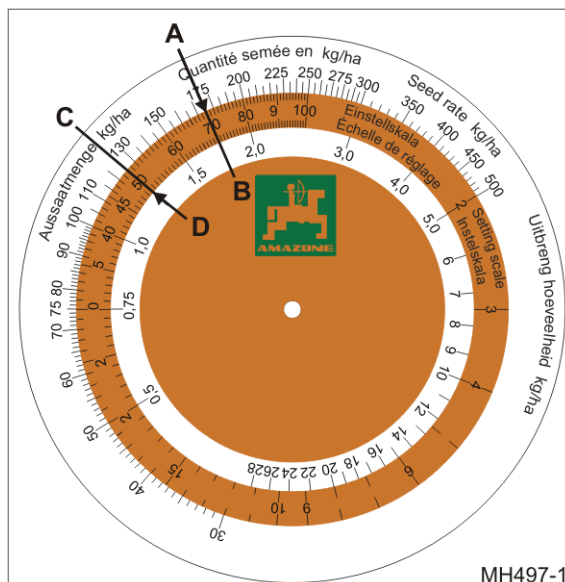

Fig. 158
- o cantitatea de împrăștiere calculată 175 kg/ha (Fig. 158/A)
- o poziția cutiei de viteze 70 (Fig. 158/B)
2. Citiți poziția transmisiei pentru cantitatea de împrăștiere dorită de 125 kg/ha (Fig. 158/C) de pe discul de calcul.
- Poziția cutiei de viteze 50 (Fig. 158/D).